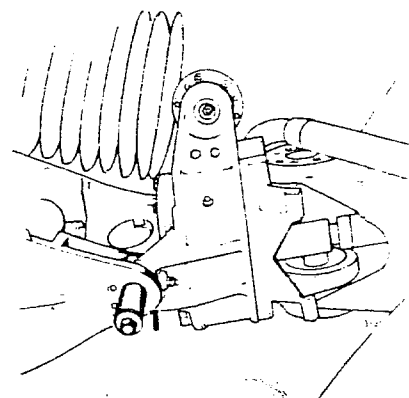

Fig 14-25. Urdragnig av lagertapp
Ta bort låsringarna för styrdonets lagertappar och dra ut dessa, se fig 14-25.
10. Avlägsna låsringarna och dra ut främre lagertapparna, se fig 14-25.